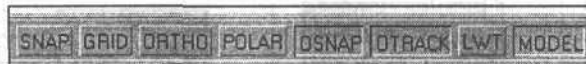

Рис. 19.23. Строка состояния с активизированной моделью в пространстве листа
- Щелкните мышью на кнопке **PAPER** (ЛИСТ) (рис. 19.23) в строке состояния и переведите ее в положение **MODEL** (МОДЕЛЬ). Теперь видовой экран станет активным, о чем будет свидетельствовать увеличенная толщина его границы.